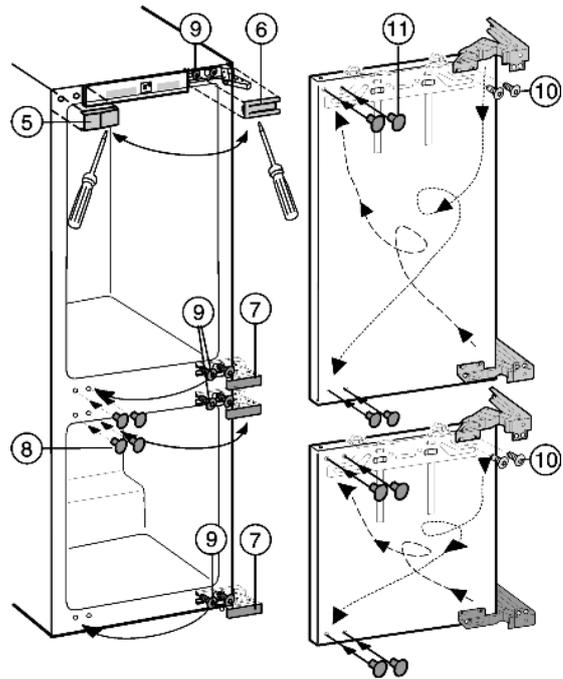

Fig. 4
- Togliere sollevando in avanti le coperture Fig. 4 (5,6,7,8) con un cacciavite per viti con intaglio.
- Allentare solamente le viti Fig. 4 (9) in alto e in basso sul corpo dell'apparecchio.
- Spostare le viti Fig. 4 (9) sul lato opposto, avvitare brevemente.
- Svitare le viti Fig. 4 (10) e girare diagonalmente la cerniera.
Le viti Fig. 4 (10) sono autofilettanti: Utilizzare un avvitatore a batteria.
- Chiudere con tappi Fig. 4 (11) i fori di fissaggio liberati.
- Incardinare le porte nelle viti Fig. 4 (9) premontate e serrare le viti.